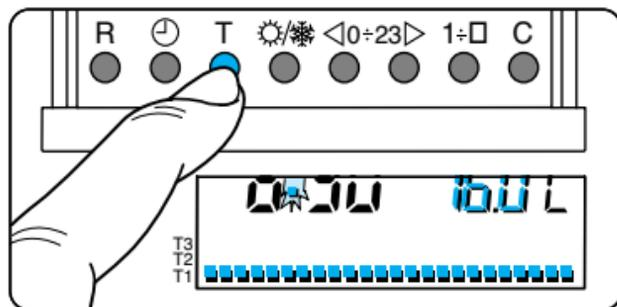

Fig. 60
12.2 - Premere il pulsante **T** (fig. 60).